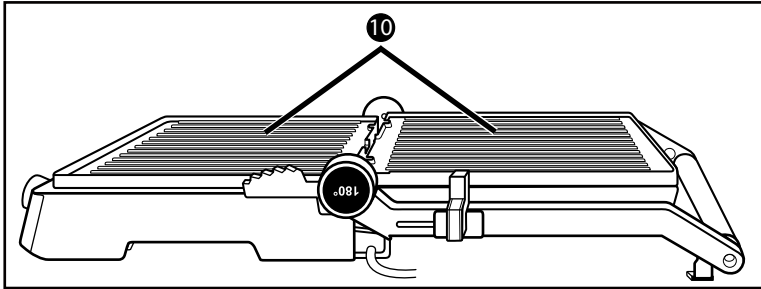

Fig. 2
- 3) As placas de aquecimento 10 estão agora lado a lado e podem ser utilizadas como grelhador de mesa (fig. 2).